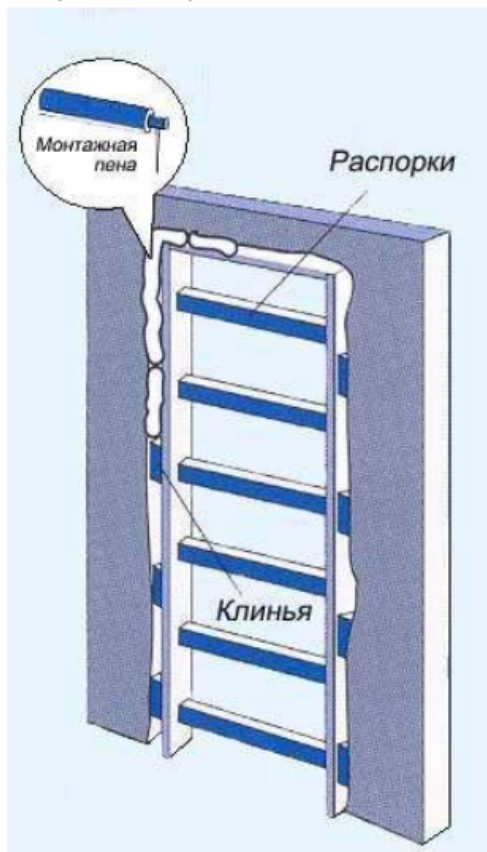

Рис.9
5. После точной установки коробки более жестко закрепите ее в стене, подбив равномерно клинья, но не допуская искривления элементов коробки (рис.9).